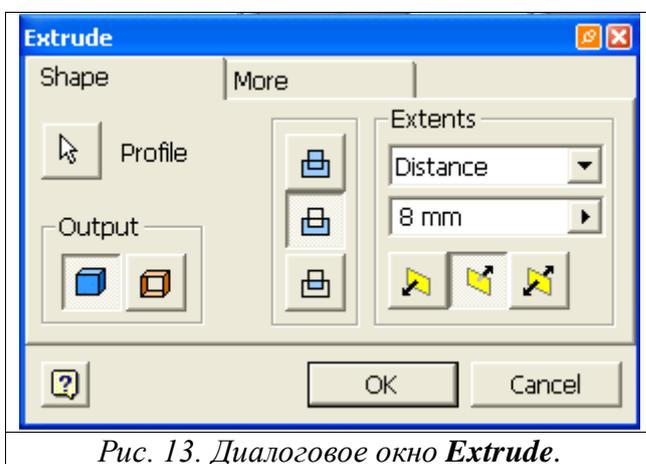

Рис. 13. Диалоговое окно **Extrude**.
9. В диалоговом окне **Extrude** (рис. 13) нажмите кнопку **Cut** , а в поле **Extents** установите значение 8.